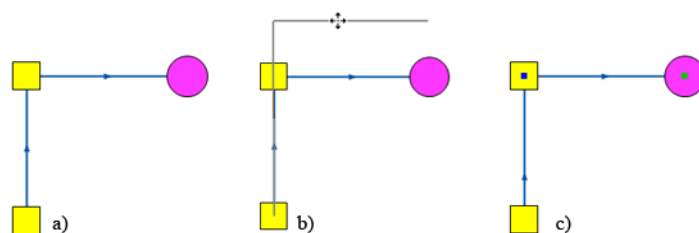

Рисунок 6.7. Перемещение отрезка
2. Для переноса отрезка вместе со связанными с ним объектами подвести курсор к отрезку и нажать левую клавишу мыши, не отпуская клавишу переместить отрезок на нужное место (смотрите Рисунок 6.7, «Перемещение отрезка» b).
3. Отпустить клавишу мыши для окончания перемещения отрезка (смотрите Рисунок 6.7, «Перемещение отрезка» c).